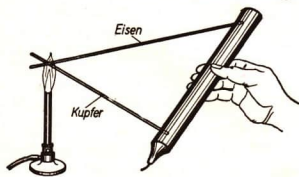

Abb. 76/1. Zwei gekreuzte Drähte für die Untersuchung der Wärmeleitung
2. Stecke zwei gleich lange und gleich dicke Drähte aus Eisen und Kupfer schräg in eine Kerze! Die freien Drahtenden sollen dabei gekreuzt aufeinanderliegen (Abb. 76/1). Benutze die Kerze als Handgriff und halte die Kreuzungsstelle der Drähte so lange in eine Gas- oder Spiritusflamme, bis sich einer der Drähte aus der Kerze löst! Bei welchem Draht geschieht das zuerst? Gib die Ursache dafür an!